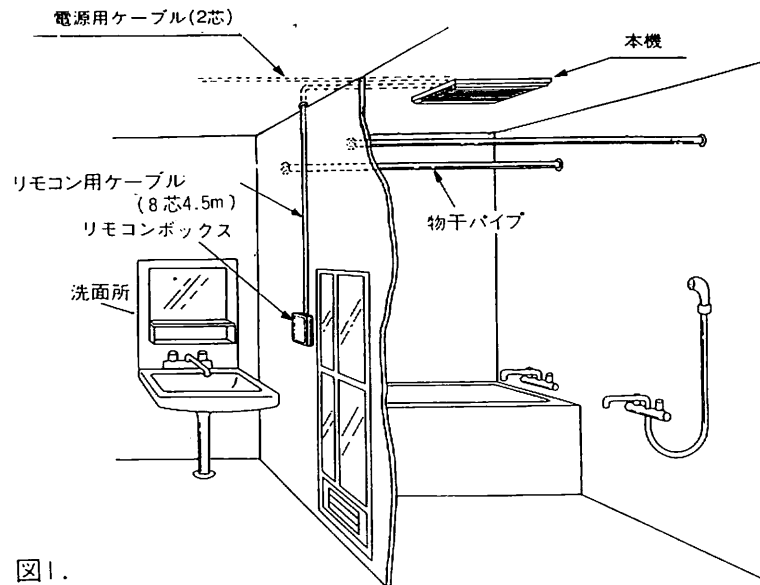

図1.
- (1)浴室の天井に本体(386×266)が入るように孔をあけ、補強材を取付け(図1)本体と補強材を4×45ステンレスネジにて取付けて下さい。
- (2)天井の構造が弱い場合はクサリ、針金等にて本体を吊り上げて下さい。(本体止メネジ5×10)